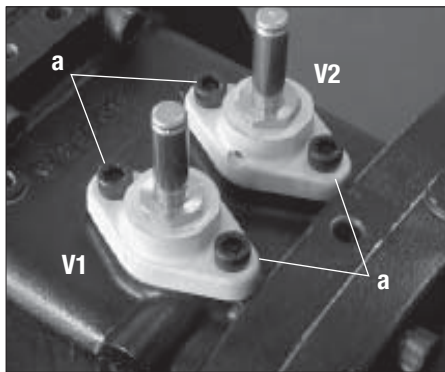
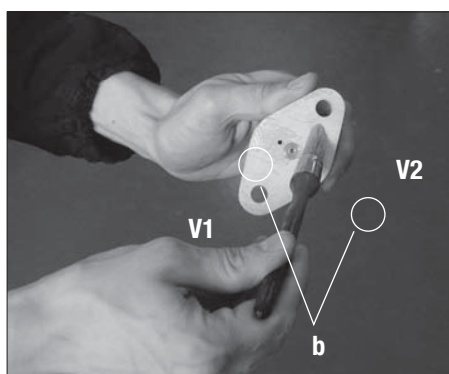

fig.2
fig.11
- e) per facilitare il loro successivo riposizionamento, contrassegnare sia le due bobine che i corpi delle valvole elettromagnetiche; per uniformità con la documentazione disponibile, si suggerisce di identificare bobine e valvole elettromagnetiche con V1 e V2 come da fig.2
- f) rimuovere le bobine (fig.2)
- g) rimuovere le viti di fissaggio (fig.2, rif.a) quindi rimuovere le valvole elettromagnetiche
- e) mark both the coil and body of the solenoid valves to make easier the next mounting; to be in conformity with existing literature, it is suggestable to identify them with V1 and V2 just as shown with fig.2
- f) remove the coils (fig.2)
- g) unscrew the fixing screws (fig.2, ref.a) then remove the solenoid valves
N.B. Facendo riferimento alla posizione del capillare della piastra, i perni di fissaggio posti nelle flange delle valvole elettromagnetiche devono essere orientati nella direzione opposta (vedi fig.11, rif.b; la valvola V2 risulterà così ruotata di 180° rispetto alla posizione originale di fig.2)
N.B. Referring to the capillary tube on the plate of stepless device, fixing pin in the mounting flanges of solenoid valve must be oriented to the opposite side (see fig.11, ref.b; compared to the original position of fig.2, V2 valve results now 180° revolved)